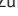

Abb. 3 Heckklappe: Öffnen von außen
- Heckklappe öffnen: ziehen Sie den Griff nach oben »» **Abb. 3**. Es öffnet sich selbstständig.